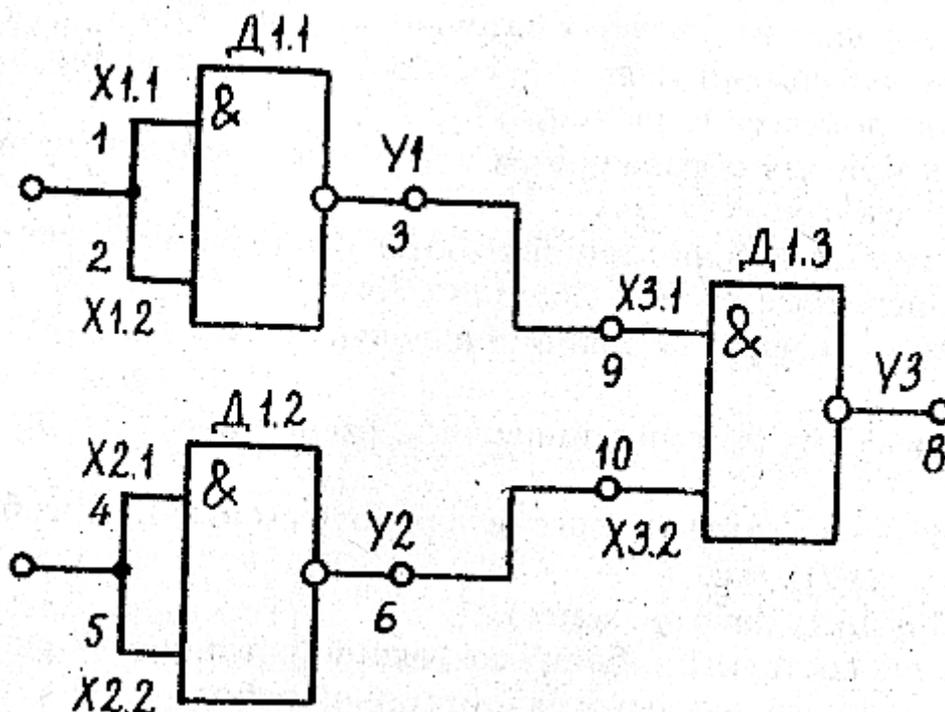

Рис. 4 Схема ИЛИ
9.1. Собрать схему ИЛИ (рис. 4). Показать собранную схему преподавателю или лаборанту и получить разрешение на включение макета.